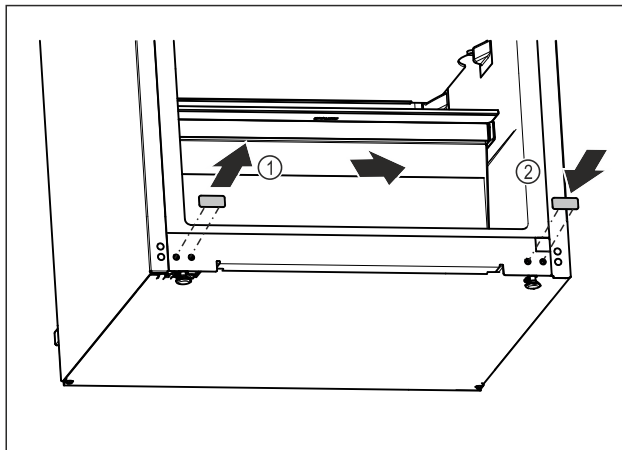

Fig. 16
- ▶ Húzza ki a fedődugót. Fig. 16 (1)
- ▶ Helyezze fel a fedődugót a másik oldalon. Fig. 16 (2)